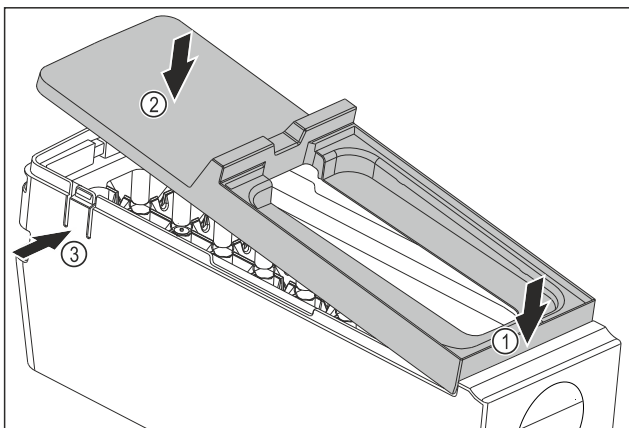

Fig. 114
- ▶ Монтаж на капака на корпуса на EasyTwist-Ice: Поставете капака отпред. Fig. 114 (1)
- ▶ Спуснете капака отзад. Fig. 114 (2)
- ▷ Капакът се фиксира с щракване в двете езичета Fig. 114 (3).